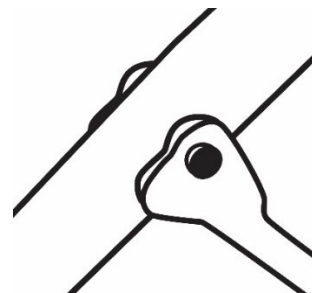
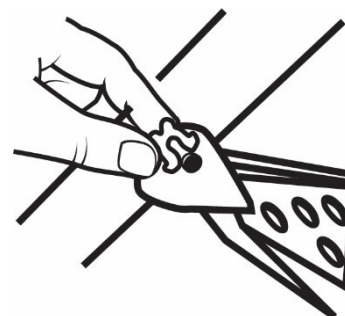

Рис. 4
Рис. 5
3. После снятия шайб достаньте два штифта (8).
4. Соедините по очереди две опоры (3) с подстолем (2) с помощью штифтов (8) и шайб (9) через специальные отверстия в ножках (Рис. 4 и Рис. 5).